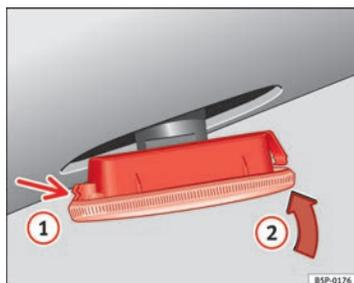

Fig. 224 Intermitente lateral
- Coloque el intermitente en primer lugar en el orificio de la carrocería, encajando las pestañas ⇒ fig. 224, flecha ①.
- Encaje la lámpara como indica la flecha ② ⇒ fig. 224.